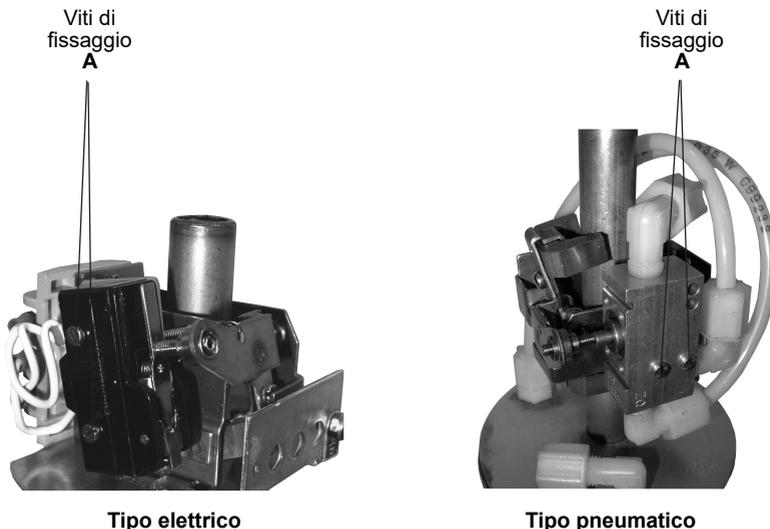

Fig. 6 - Meccanismo interruttore elettrico e pneumatico
Per spostare il meccanismo si deve allentare la vite di fissaggio (fig. 6) in modo da permettere all'interruttore di scorrere liberamente lungo il pozzetto amagnetico, fissare quindi il meccanismo nella nuova posizione; per il meccanismo inferiore occorre anche togliere la vite di blocco alla piastra.
- 2 - Allentare le 2 viti di fissaggio "A" del meccanismo al pozzetto (vedi Fig. 6 tipo elettrico) e sfilare il meccanismo interruttore dal pozzetto amagnetico.
- 2 - Allentare le 2 viti di fissaggio "A" del meccanismo al pozzetto (vedi Fig. 6 tipo pneumatico) e sfilare il meccanismo interruttore dal pozzetto amagnetico.
Verificare l'allineamento tra la vite di regolazione "C" e la leva di azionamento del microinterruttore (Fig. 6 tipo elettrico). Accertarsi che il microinterruttore commuti regolarmente azionando manualmente il braccio porta-magnete.
Verificare l'allineamento tra la vite di regolazione "C" e il pulsante di comando della valvola (Fig. 6 tipo pneumatico).